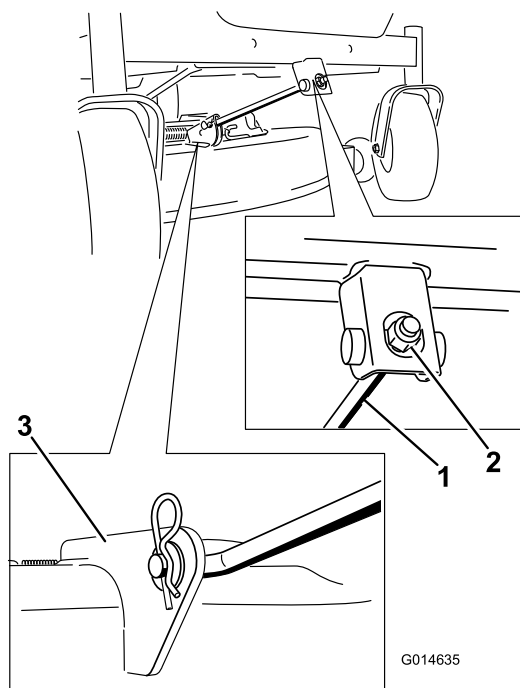

Bild 76
5. Entfernen Sie den Splint von der vorderen Stützstange und nehmen Sie die Stange aus der Mähwerkhalterung (Bild 76).
8. Befestigen Sie die vordere Stützstange mit den Lastösenbolzen und Splints am Mähwerk (Bild 76).